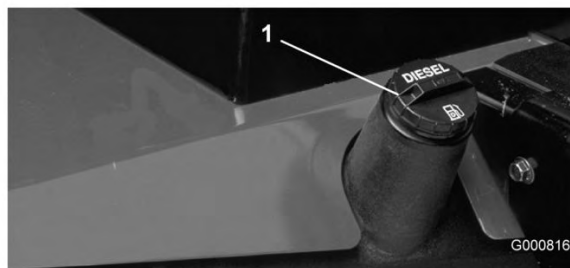

Figura 35
1. Rimuovete il tappo dal serbatoio del carburante (Figura 35).